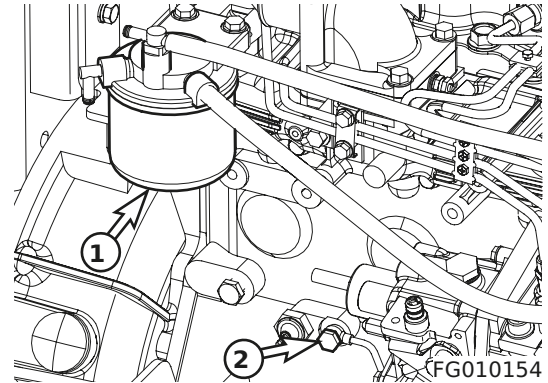

Figura 60
3. Afloje el tapón (2, Figura 60).
4. Gire el interruptor de arranque a la posición "I" (ON) para activar la bomba eléctrica de combustible. Esto suministra combustible a presión a cada inyector y purga las tuberías de cada soporte de inyector, y luego devuelve el aire al tanque de combustible.
5. Después de purgar el aire, apriete el tapón (2, Figura 60) en la cabeza del prefiltro de combustible.